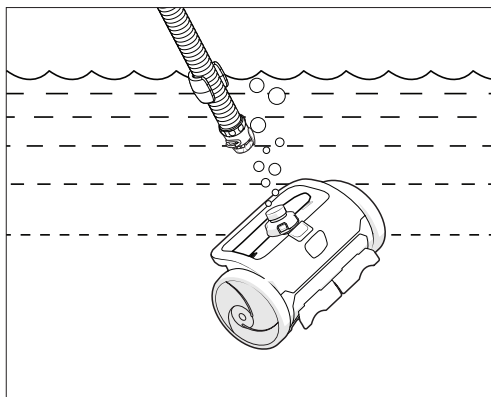

Figura 7. Conecte la manguera y sumerja el limpiafondos
2. Sumerja la manguera e llénela con agua (sin que se vean burbujas) (Figura 7).